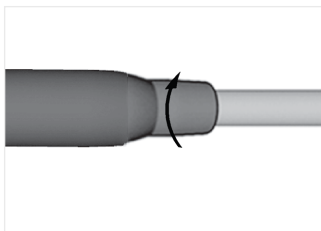

FIG. 3
4. Удерживая микромотор, полностью накрутите гайку шланга на заднее соединение микромотора, рис. 3.